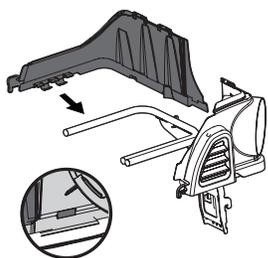

Figura 10
- Coloque a presión el soporte de la cubierta superior sobre el riel del soporte de la embolsadora con una ligera inclinación. Gire el conjunto hacia abajo y dentro del conjunto del soporte del canal, comprobando que la lengüeta (que se muestra en el recuadro de la Figura 10) se trabe en su lugar.